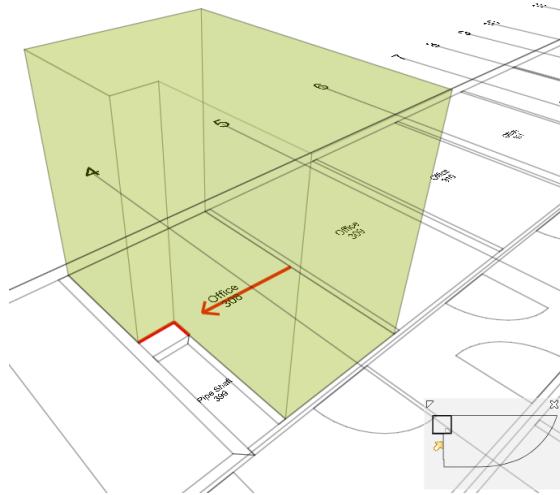

図 5-3 スペースの境界の一部が壁に沿って配置されていない
- 4) 3Dビューにスペースオブジェクトと赤い線でスペースの境界が表示されます。（図5-3を参照）スペースの境界の一部が壁にそって定義されていないのが確認できます。